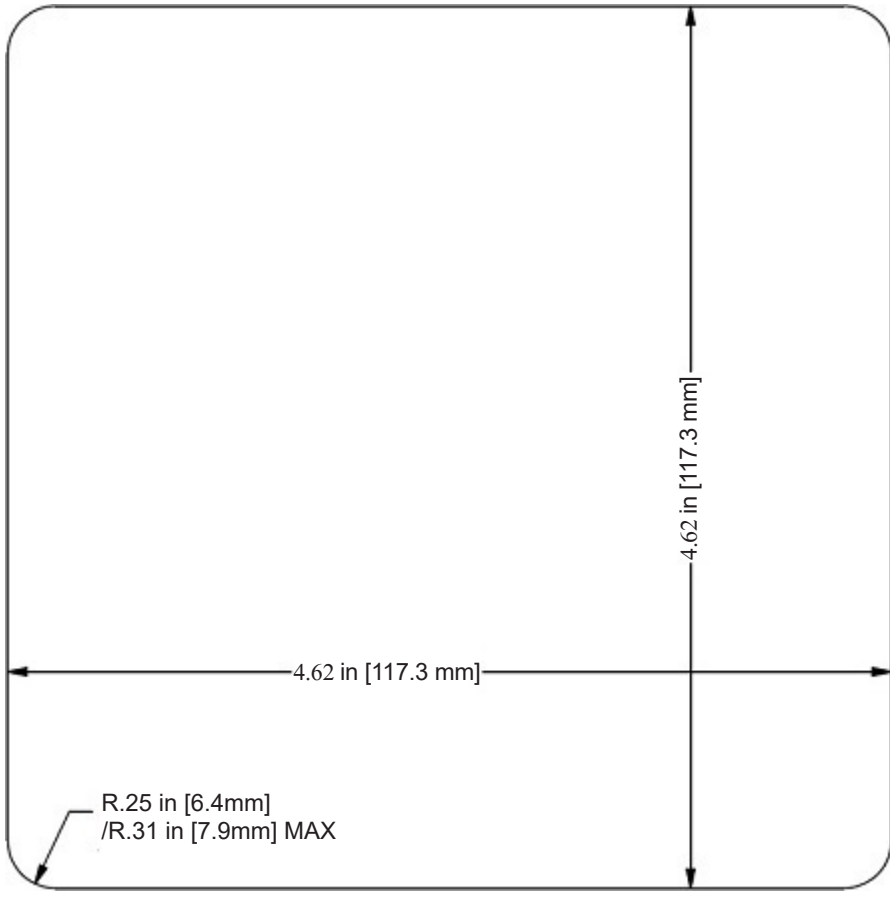

Figure 1
- Use the template cutout (see Fig. 1) to cut the opening in table surface.
- Utiliser le gabarit (consulter la Fig. 1) pour couper l'ouverture dans la surface de la table.
- Usar una plantilla recortada (ver Fig. 1) como guía de corte de la abertura en la superficie de la mesa.